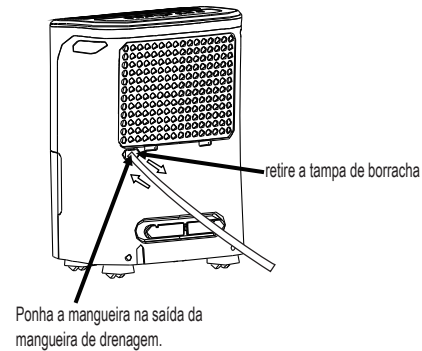

Fig.7
- Remova a tampa de borracha da saída da mangueira de drenagem posterior. Prenda uma mangueira de drenagem (ID = 13,5 mm) e leve-a até ao ralo do chão ou a uma instalação de drenagem adequada (veja Fig. 7).